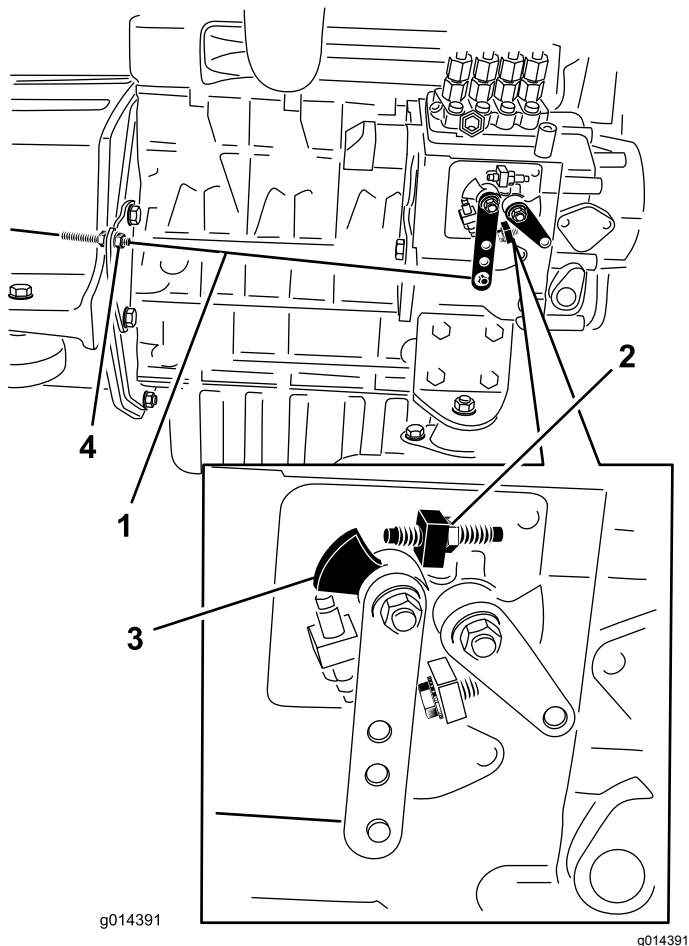

Figure 34
2. Vérifiez la position du levier de commande de régime sur la pompe d'injection. Le levier de commande de régime doit toucher la vis de haut régime lorsque la commande d'accélérateur est en position HAUT RÉGIME (verrouillage) (Figure 34).
3. Au besoin, réglez la position des écrous de blocage du câble de commande d'accélérateur jusqu'à ce que le levier de commande de régime touche la vis de haut régime lorsqu'il est en position HAUT RÉGIME (verrouillage) (Figure 34).